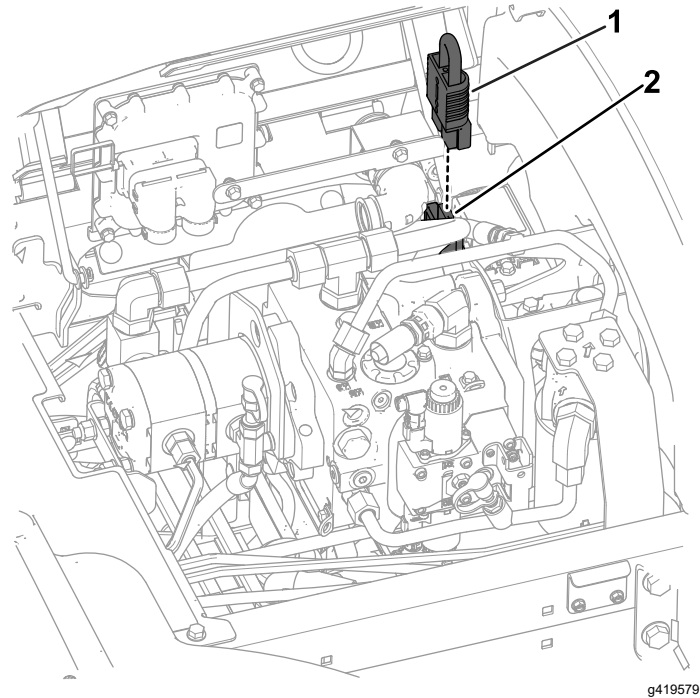

Bild 5
4. Ziehen Sie den Batterie-Unterbrecherbrücke des 48 VDC-Systems ab (**Bild 5**).